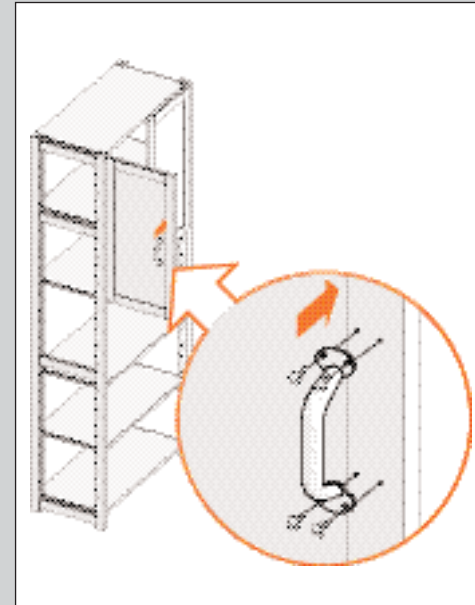

ABBILDUNG 33
6. Griffe/Knöpfe mit Holzschrauben: Befestigen Sie den Griff/Knopf in den vorgestochenen Löchern mit den zum Lieferumfang gehörenden Schrauben (siehe Abb. 33). Der Etikettengriff wird in den oberen beiden Löchern mit Nägeln und in den anderen Löchern mit Schrauben befestigt.